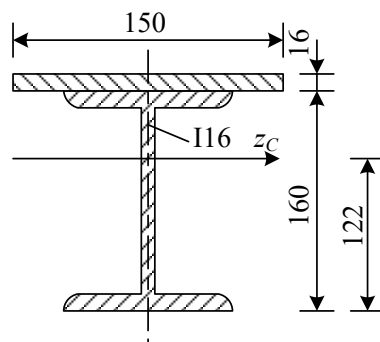

图 1
2. 如图 1 所示, 求组合截面对形心轴 z_C 的惯性矩。截面的形心位置在图中已经标出, 图中所有尺寸的单位是 mm。已知工字钢 I16 对其形心轴的惯性矩为 $1.13 \times 10^7 \text{ mm}^4$, 截面面积为 2610 mm^2 。结果至少保留 3 位有效数字。(本题 6 分)